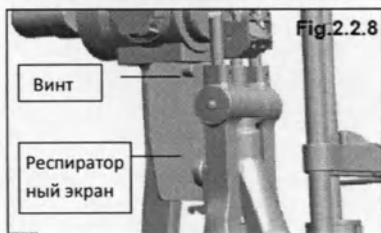

Рис. 2.2.8
10. Открутите винт крепления респираторного экрана на консоли микроскопа, установите экран, прикрутите его к консоли открученным винтом (Рис. 2.2.8).